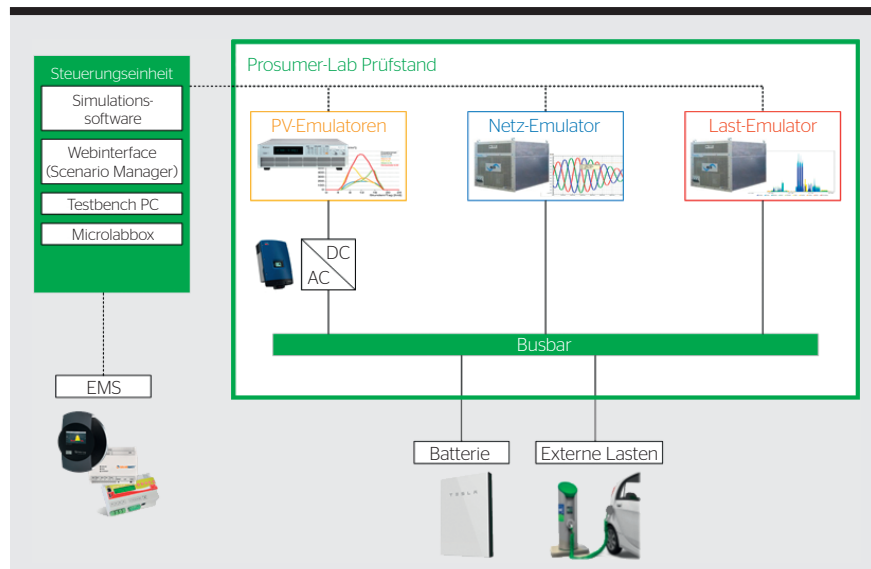

Bild 1 Schema des Prosumer-Lab-Prüfstands.
Der Prüfstand des Prosumer-Labs lässt sich in drei Hauptbereiche unterteilen (Bild 1). Der Netz-Emulator erzeugt eine dreiphasige, sinusförmige Spannung mit variabler Frequenz und Amplitude bis 50 kVA Leistung. Er bildet das Stromnetz am Anschlusspunkt des emulierten Haushalts nach. Diesem Signal lassen sich Oberschwingungen hinzufügen und es können transiente Ereignisse wie zum Beispiel Überspannungen erzeugt werden. Ein Last-Emulator emuliert eine dreiphasige Last mit einem konfigurierbaren Leistungsfaktor. Es sind drei unterschiedliche Betriebsarten möglich: Konstante Wirkleistung (CP), konstante Impedanz (CZ) oder konstanter Strom (CI). Jede Phase wird einzeln gesteuert, wodurch asymmetrische Lasten generiert werden können. Acht Photovoltaik-Emulatoren mit je 5 kW Leistung ermöglichen, Anlagen mit unterschiedlicher Dachausrichtung